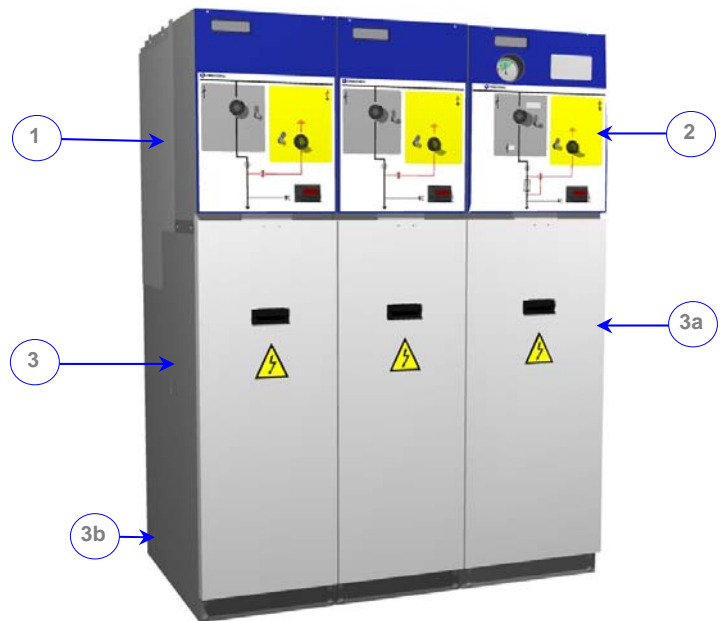

Figure 1.1 : Principaux éléments de cellules compactes CGM.3
③ **Base :** constituée du **compartiment des câbles** (3a) et du **compartiment de sortie des gaz** (3b), (voir figures 1.1 et 1.2.). Le premier est situé sur la partie inférieure avant de la cellule, et il est muni d'un capot, verrouillé à la position de mise à la terre, qui permet l'accès frontal aux câbles de moyenne tension.